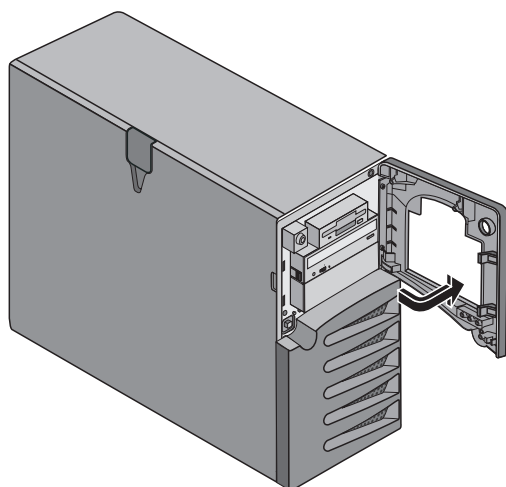

Figura 2-2: Panel biselado superior (apertura)
- El cierre de llave, el interruptor de encendido y los indicadores de estado del sistema y LAN se encuentran situados en el panel biselado superior frontal. Consulte la figura 2-2.
3. Sujete el panel biselado por la muesca del panel lateral y deslice el panel biselado hacia la derecha para abrirlo. Consulte la figura 2-2.